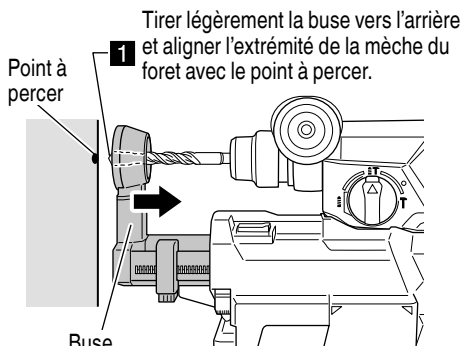

Fig. 10
- (1) Saisir la buse avec la main et la tirer légèrement vers l'arrière, puis aligner l'extrémité du foret avec de l'endroit à percer. (Fig. 10)